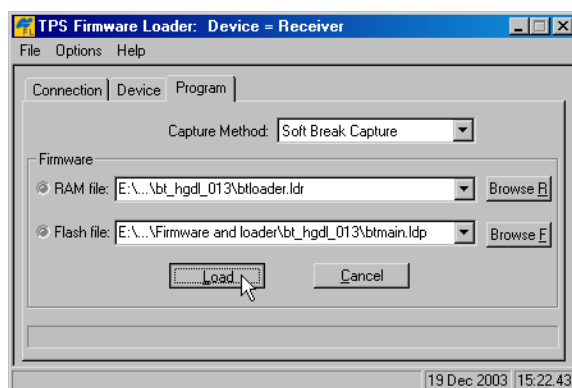

Figura 4-20. Configuración de la pestaña Program
2. Haga clic en la pestaña *Programa* y seleccione el valor *Soft Break Capture* (recomendado) para el parámetro *Método Captura* (Figura 4-20).
3. Busque y seleccione el archivo RAM y el archivo Flash del módulo Bluetooth (Figura 4-20).